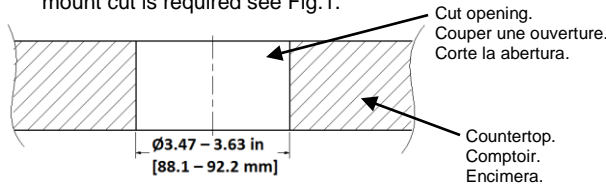

Fig. 1
- To mount catalog RCT200 and RCT400, a surface mount cut is required see Fig.1.
- Pour fixer les numéros de catalogue RCT200 et RCT400, une coupe pour montage en surface est requise. Consulter la Fig. 1.
- Para montar el catálogo RCT200 y RCT400, corte de montaje en superficie véase Fig.1.